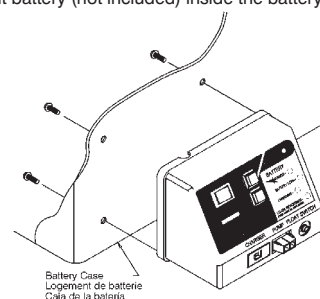

Figure 2
- Attach the control unit to the battery enclosure, using the four provided sheet metal screws, as shown in Figure 2.
- Fixer le boîtier de commande à l'enceinte de batterie en utilisant les quatre vis autotaraudeuses, tel qu'illustré à la Figure 2.